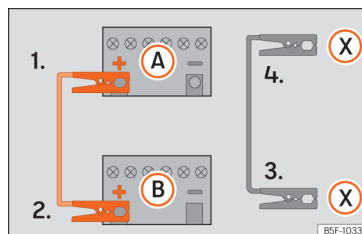

Abb. 83 Anschlussschema für Fahrzeuge mit Start-Stopp-System.
- 4b. Bei Fahrzeugen mit Start-Stopp-System: ein Ende des schwarzen Starthilfekabels (X) an einen geeigneten Masseanschluss, ein massives, fest mit dem Motorblock verschraubtes Metallteil oder an den Motorblock selbst anklammern » Abb. 83.
5. Klemmen Sie das andere Ende des schwarzen Starthilfekabels (X) im Fahrzeug mit der entladenen Batterie an ein mit dem Motorblock verschraubtes, massives Metallteil oder an den Motorblock selbst, aber so weit wie möglich von der Batterie (A) entfernt an.